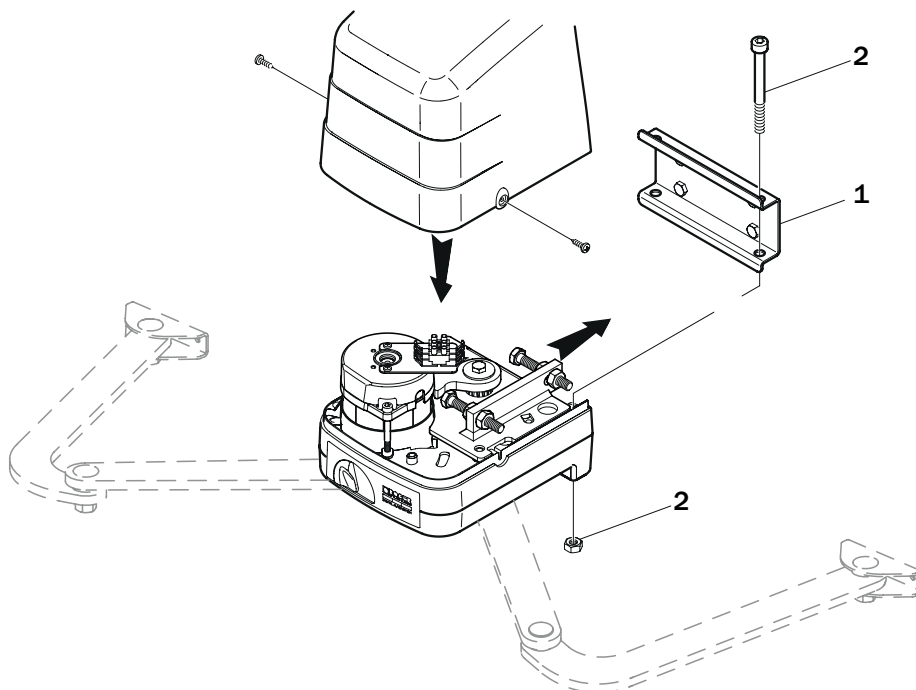

Fig. 1
- Il motore con bracci articolati serie BH23 può essere installato indifferentemente a destra o a sinistra, orientandolo come indicato in fig. 1.
- Fissare il motore BH23 alla staffa posteriore KT209 con le viti in dotazione come indicato in fig. 1.
- The BH23 series motor with articulated arm may be installed either on the right or left hand side, oriented as shown in fig. 1.
- Fasten the BH23 motor to the rear bracket KT209 with the screws included, as shown in fig. 1.
- Der Motor mit Gelenkarmen Baureihe BH23 kann sowohl rechts als auch links installiert werden und ist wie in Abb. 1 gezeigt auszurichten.
- Den Motor BH23 am hinteren Bügel KT209 mit den im Lieferumfang enthaltenen Schrauben befestigen, wie in Abb. 1 gezeigt.
- Le moteur à bras articulés série BH23 peut être installé indifféremment à droite ou à gauche, en l'orientant comme indiqué en fig. 1.
- Fixer le moteur BH23 à l'étrier arrière KT209 avec les vis fournies comme indiqué en fig. 1.
- El motor con brazos articulados de la serie BH23 puede instalarse indistintamente a la derecha o a la izquierda, orientándolo como se muestra en la fig. 1.
- Fije el motor BH23 al soporte trasero KT209 con los tornillos suministrados, como se muestra en la fig. 1.
- O motor com braços articulados série BH23 pode ser instalado tanto à direita ou à esquerda, orientando-o conforme mostrado na fig. 1.
- Fixe o motor BH23 ao suporte traseiro KT209 com os parafusos fornecidos conforme indicado na fig. 1.